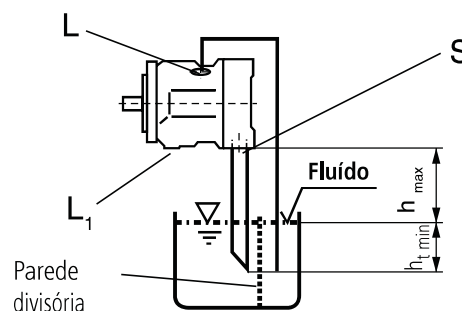

Fig. 4
Conexão "L" e eventualmente "S", com tubulação conforme Fig. 4, "L1" fechada. Condições conforme seção 1.2.1.
a) Montagem em cima do tanque conforme Fig. 4.